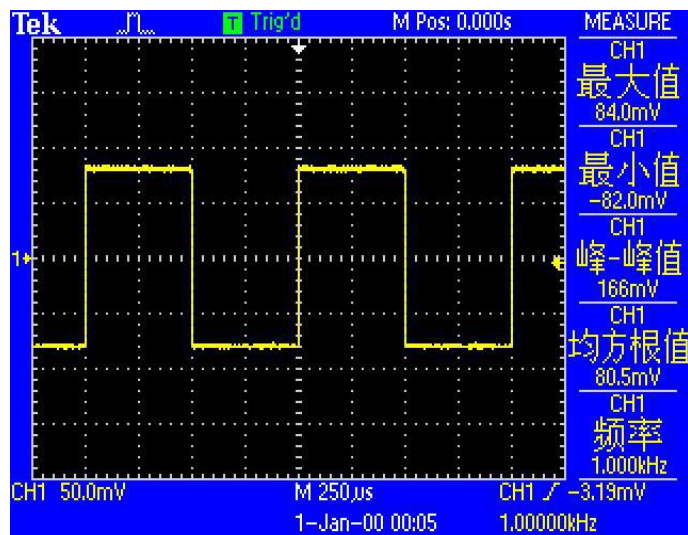

图78. 待测信号参数图
3. 打开函数信号发生器电源，将参数设置为“波形：方波”、“幅值：160 mVpp”、“频率：1kHz”，待测信号的参数如图 78 所示：